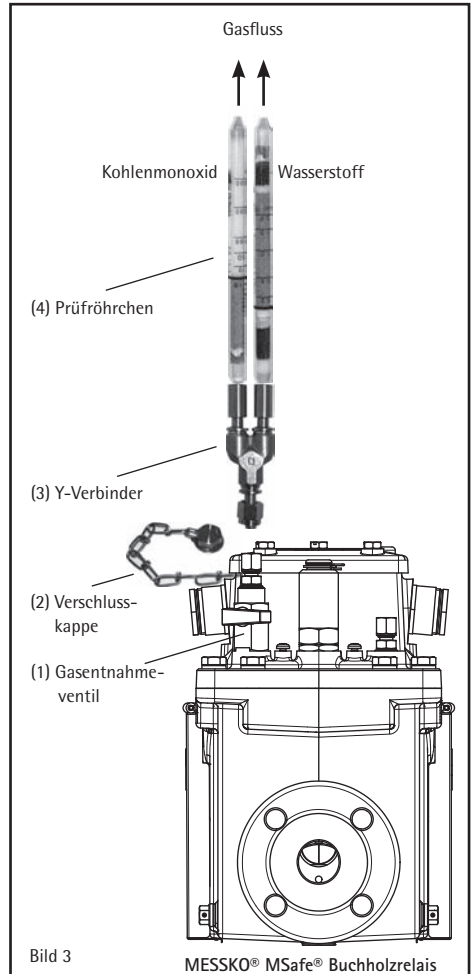
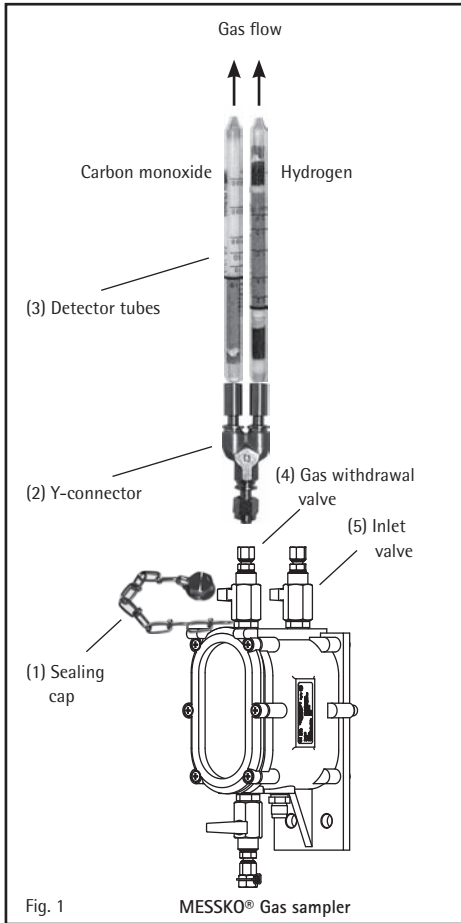
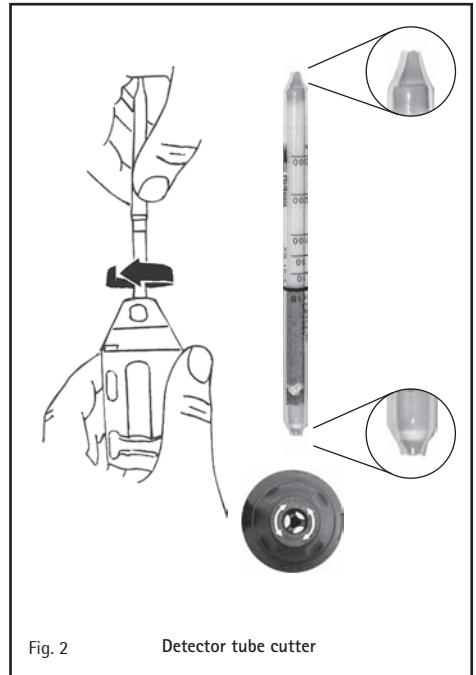

Bild 3
Fig. 1
Fig. 2
- (1) Verschlusskappe (Bild 1/1) von Gasentnahmeventil (Bild 1/4) abschrauben.
- (2) Y-Verbinder (Bild 1/2) auf Gasentnahmeventil (Bild 1/4) aufschrauben und sicheren Sitz prüfen.
- (3) Prüfröhrchen für die Kohlenmonoxid- und Wasserstoff-Analyse mit Röhrchenöffner auf beiden Seiten aufschneiden
Druck innerhalb des Gasentnahmegesätes muss $> 0,5$ bar betragen. Den steigenden Ölpegel im Schauglas beobachten und das Einlassventil (Bild 1/5) und das Gasentnahmeventil (Bild 1/4) schliessen, sobald der Ölpegel noch etwa 2 cm vom oberen Rand des Schauglases entfernt ist.
(siehe Bild 2) und in Y-Verbinder (Bild 1/2) einsetzen. Der Pfeil auf dem Prüfröhrchen gibt die Durchflussrichtung an.
(4) Einlassventil (Bild 1/5) und Gasentnahmeventil (Bild 1/4) öffnen, sodass die Gase aus dem Gasentnahmegesät durch die Prüfröhrchen ausgeleitet werden. Der dafür notwendige
(6) Gasentnahmeventil wieder schliessen, Prüfröhrchen vorsichtig entfernen und Y-Verbinder abschrauben. Verschlusskappe (Bild 1/1) wieder auf Gasentnahmeventil aufschrauben.
(7) Betriebsbereitschaft des Gasentnahmegärts ggfs. wieder herstellen (siehe BA 3178923 Kapitel 4.1 und Kap. 4.2).
(1) Verschlusskappe (Bild 3/2) von Gasentnahmeventil (Bild 3/1) abschrauben.
(2) Y-Verbinder (Bild 3/3) auf Gasentnahmeventil (Bild 3/1) aufschrauben.
(3) Prüfröhrchen für die Kohlenmonoxid- und Wasserstoff-Analyse mit Röhrchenöffner auf beiden Seiten aufschneiden (siehe Bild 2) und in Y-Verbinder (Bild 3/3) einsetzen. Der Pfeil auf dem Prüfröhrchen gibt die Durchflußrichtung an. Wird nur auf das Vorhandensein eines Fehlgeruchs geprüft, so kann der unbenutzte Ausgang des Y-Verbinders mittels vorhandenem Verschlussstecker verschlossen werden.
(4) Gasentnahmeventil (Bild 3/1) öffnen, sodass die Gase aus dem MSafe Buchholzrelais durch die Prüfröhrchen ausgeleitet werden. Der dafür notwendige Druck innerhalb des Buchholzrelais muss > 0,5 bar betragen. Den steigenden Ölpegel im Schauglas des Buchholzrelais beobachten und das Gasentnahmeventil (Bild 3/1) schliessen, sobald der Ölpegel am oberen Rand des Schauglases anliegt.
(6) Das Gasentnahmentil (Bild 3/1) wieder schliessen, Prüfröhrchen vorsichtig entfernen und Y-Verbinder abschrauben. Verschlusskappe (Bild 3/2) wieder auf Gasentnahmentil aufschrauben.
(7) Betriebsbereitschaft des MSafe Buchholzrelais ggfs. wieder herstellen (siehe BA 2722549).
- (1) Unscrew the sealing cap (Fig. 1/1) from the gas withdrawal valve (Fig. 1/4).
- (2) Screw the Y-connector (Fig. 1/2) onto the gas withdrawal valve (Fig. 1/4) and check if the connector is tightened properly.
- (3) Cut open the detector tubes for the carbon monoxide and hydrogen analysis on both sides using the tube cutter
(see Fig. 2) and insert into the Y-connector (Fig. 1/2). The arrow on the detector tube indicates the gas flow direction.
(4) Open the inlet valve (Fig. 1/5) and the gas withdrawal valve (Fig. 1/4) so that the gases can be routed out of the gas
sampler through the detector tubes. The necessary pressure for this inside the gas sampler must be > 0.5 bar. Observe the rising oil level in the inspection window and close the inlet valve (Fig. 1/5) and the gas withdrawal valve (Fig. 1/4) as soon as the oil level is still approximately 2 cm from the top edge of the inspection window.
(6) Close the gas withdrawal valve again, carefully remove the detector tubes and unscrew the Y-connector. Screw the sealing cap (Fig. 1/1) back onto the gas withdrawal valve.
(7) If necessary, re-establish the gas sampler's operational readiness (see BA 3178923 section 4.1 and section 4.2).
(1) Unscrew the sealing cap (Fig. 3/2) from the gas withdrawal valve (Fig. 3/1).
(2) Screw the Y-connector (Fig. 3/3) onto the gas withdrawal valve (Fig. 3/1).
(3) Cut open the detector tubes for the carbon monoxide and hydrogen analysis on both sides using the tube opener (see Fig. 2) and insert into the Y-connector (Fig. 3/3). The arrow on the detector tube indicates the gas flow direction. If the test is only being carried out to verify the presence of a fault gas, the unused outlet of the Y-connector can be sealed off using the sealing plug provided.
(4) Open the gas withdrawal valve (Fig. 3/1) so that the gases can be routed out of the MSafe Buchholz relay through the detector tubes. The necessary pressure for this inside the